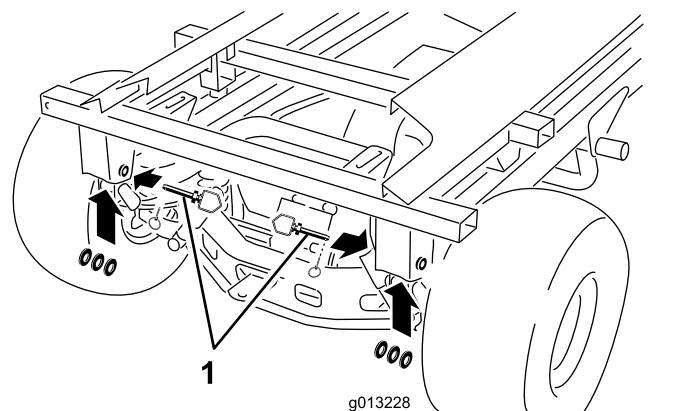

Рисунок 53
10. Извлеките задние шплинты с кольцом, пальцы сцепного устройства и шайбы (Рисунок 53).